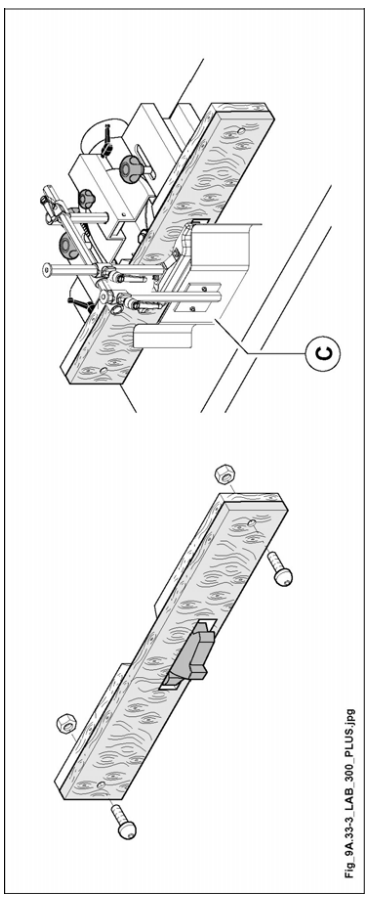

Abb. 9.33-3
Wenn Arbeiten wiederholt durchgeführt werden oder bei besonderen Ausführungen, wird empfohlen, eine Gegenführung herzustellen, die auf der Fräsenhaube befestigt und in Übereinstimmung mit dem Werkzeug geöffnet wird. Die Gegenführung mit 2 Linsenschrauben und 2 Muttern M8 an den beiden Auflageflächen befestigen (Abb. 9.33-3).
- druckschuh (C Abb. 9.33-3) so positionieren um den Bediener gegen eventuelles Auswerfen von Splittern oder Werkzeugteilen zu schützen.